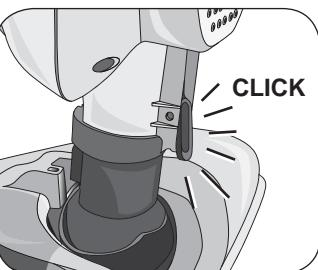

Fig. 13
Para utilizar os acessórios pequenos, deve-se remover a cabeça de vapor (A) e a haste telescópica (J). Pressione o gancho de encaixe e da cabeça de vapor (Fig 13). Remova a cabeça de vapor. Pressione o botão de desbloqueio da pega (H). Remova a haste telescópica.